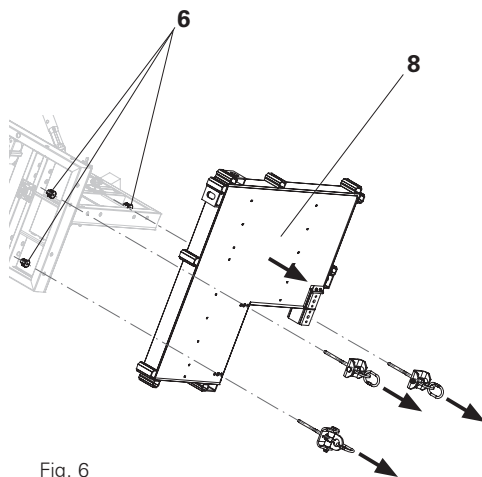

Fig. 6
1. Allentare e rimuovere i tre dadi a tre rinforzi (6) del golfare di sollevamento piattaforma di servizio.
2. Estrarre i tre ganci di sollevamento piattaforma di servizio dai fori della piattaforma stessa (8).
3. Rimuovere la piattaforma di servizio dalla metà della cassaforma. (Fig. 6)